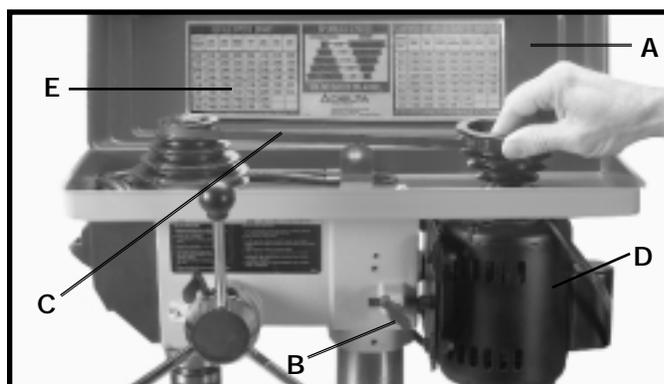

Fig. 26
2. Relevez le carter des poulies et de la courroie (A) fig. 26.
3. Détendez la courroie en desserrant le bouton de verrouillage de la tension (B) fig. 26 et en pivotant le moteur (D) vers l'avant de la perceuse à colonne.
4. Tout en retenant le moteur vers l'avant de la tête de la perceuse, placez la courroie (C) sur les gradins voulus de la poulie de la broche et de celle du moteur, comme l'illustre la fig. 26.
5. Une fois la courroie en place sur les gradins voulus de la poulie du moteur et de celle de la broche, déplacez vers l'arrière le moteur (D) fig. 26, jusqu'à ce que la courroie soit bien tendue, puis serrez le bouton de verrouillage de la tension (B). La courroie doit juste être assez tendue pour empêcher tout patinage. Une tension trop forte réduira la durée de la courroie, des poulies et des roulements. La bonne tension est obtenue lorsque la courroie (C) peut être fléchie d'environ 1 po de sa ligne normale à mi-chemin entre les poulies par une légère pression du doigt.